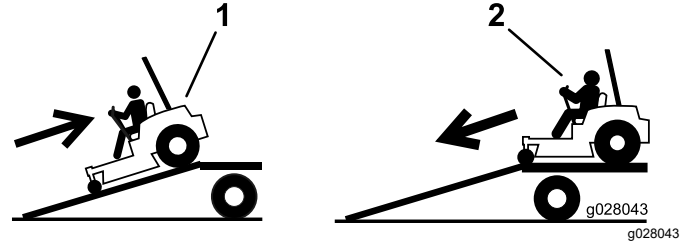

Figura 40
2. Scendete dalla rampa in marcia avanti (Figura 40).